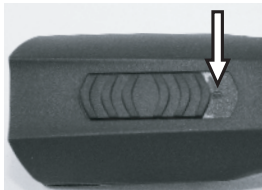

Abb. 4 Schiebeschalter in AUS-Position („0“)
1. Die Kontakte der Schermaschine (1) und des Akkus (2) auf Fremdkörper und Verschmutzung überprüfen.
2. Sicherstellen, dass der Schalter der Schermaschine in Position AUS („0“) steht (Abb. 4).
3. Akku (2) in die Schermaschine (3) einschieben, bis die Akkuverriegelung (1) beidseitig eingerastet ist.
4. Schermaschine mit eingesetztem Akku (1) oder Akku allein (2) von oben ohne Gewalt in die dafür vorgesehene Lademulde der Ladestation einsetzen.
6. Akku wird geladen. Während des Ladevorgangs leuchtet die Kontrolllampe (3) rot. Sobald der Akku min. 90 % geladen ist, wechselt die Kontrolllampe auf grün und die Ladestation schaltet auf „Erhaltungsladung“.
7. Das Ladegerät mit einer Hand festhalten und mit der anderen Hand die Schermaschine (1) oder den Akku (2) herausziehen.
1. Schiebeschalter auf Position „0“ schieben (Abb. 4).
2. Die Akkuverriegelung (2) beidseitig nach innen drücken und Akku (1) aus der Schermaschine ziehen.
3. Geladenen Akku (1) in die Schermaschine (2) einsetzen, bis die Akkuverriegelung beidseitig eingerastet ist.